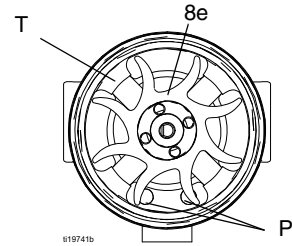

图 34. 风扇方向
3. 测量 3 线连接器 (PC) 两个外侧端子之间的电阻；电阻应当为 2.0-6.0 欧姆。如果电阻超出该范围，更换涡轮的线圈 (8a)。
5. 必要时旋转风扇 (8e)，这样风扇叶片能够清洁外壳 (8d) 的四个轴承凸舌 (T)。参见图 34。
7. 将线圈组件 (8a) 固定在工作台上，使风扇端朝上。使用宽边螺丝刀撬开转轴 (S) 上的风扇 (8e)。
10. 将新的底部轴承 (8b1) 安装在转轴 (S) 的较长端。轴承的扁平侧必须背向磁铁 (M)。装入线圈 (8a)，使轴承叶片与线圈表面齐平。
12. 将线圈组件 (8a) 固定在工作台上, 使风扇端朝上。将风扇 (8e.) 按压在转轴 (S) 的较长端上。扇叶的方向必须如图 34 所示。
13. 小心将线圈组件 (8a) 按压至外壳 (8d) 前部, 同时将线圈的引脚与外壳槽位对齐。3 线连接器 (PC) 必须位于外壳止动舌上较宽凹槽 (W) 的下方。
14. 旋转风扇 (8e), 使风扇叶片清洁外壳背部的四个轴承止动舌 (T)。确保底部轴承 (8b1) 的叶片与止动舌对准。